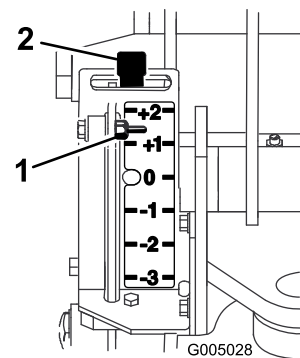
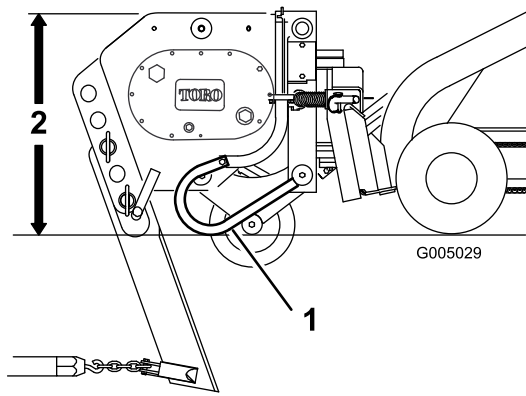

图 7
图 8
- 完全向后倾斜安装板使犁的顶部与地面平行 图 8。
量规位于犁面向主机的左侧。杆组件从量规延伸到地面 图 8。升起犁时量规上的指示器向下移动。量规上的标记显示了比您的犁地最大深度少或多几英寸 图 7。量规读数为 +2 到 -3。量规上的 +2 表示在裸露表面以下 5.0cm 量规上的 -3 表示在裸露表面以上 7.6cm。量规上的 0 表示未对刀片深度进行偏移。